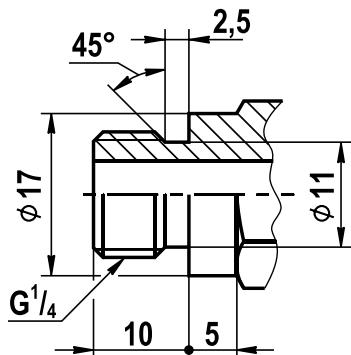

Рис. 8-1
8. Для подключения датчиков-реле давления или других устройств и приборов в корпусе клапана предусмотрены отверстия с резьбой G1/4, закрытые заглушками. Рекомендуемая форма конца присоединяемого штуцера, предназначенного для подсоединения датчика-реле давления и вкручиваемого в корпус клапана, приведена на рис. 8-1. Применяемое для уплотнения соединения - кольцо резиновое 014-017-19 ГОСТ 9833 ($d_{внутр.}=13,6$ мм; $s=1,9$ мм). Для уплотнения резьбы в месте подключения приборов используйте ленту ФУМ или аналогичный уплотняющий материал.